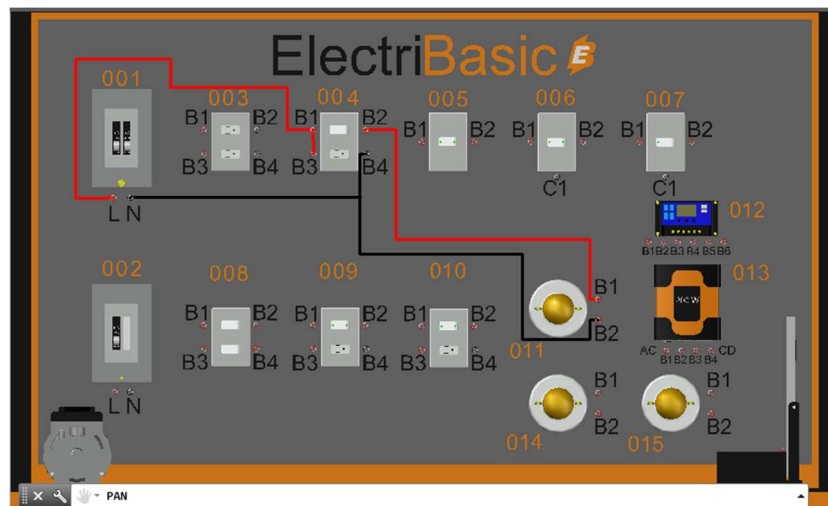

Fig.1 Conexión de contacto y apagador.
- 3.-Conectar el interruptor termomagnético 001-L con 006-C1 posteriormente 006-B1 conectarlo con 007-B2 y conectar 006-B2 a 007-B2 y conectar 007-C1 con 001-L como se muestra la Fig.1